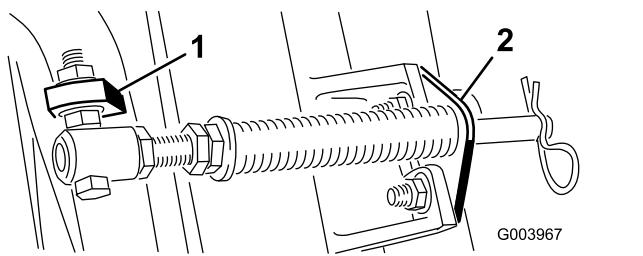

**Рисунок 5**
- A. Удалите два каретных болта и две гайки, которые крепят кронштейн штока к выступам режущего блока (Рисунок 5).
- B. Отверните фланцевую гайку, крепящую болт трубки пружины к выступу несущей рамы (Рисунок 5). Снимите этот узел.